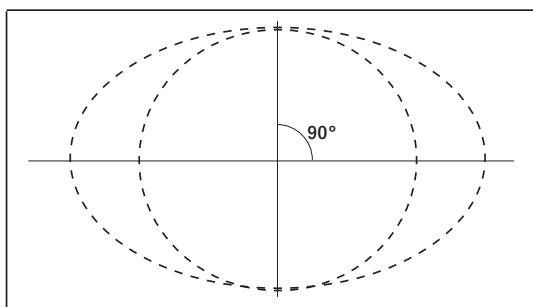
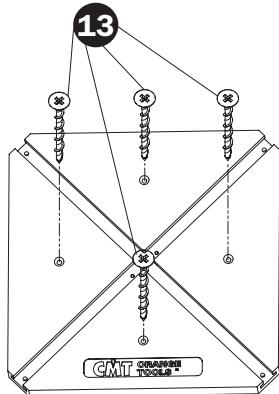

Abb. 2
Abb. 4
**(Abb.2)** Auf dem Werkstück die Achsen des gewünschten Kreises im  $90^{\circ}$ -Winkel einzeichnen
**(Abb. 4)**. Den Plastikrahmen (1) mit den Holzschauben (12) oder mit beidseitigem Klebeband so am Werkstück **(Abb. 3)** befestigen, dass die Rillen des Plastikrahmens (1) genau mit den vorher festgelegten Achsen übereinstimmen **(Abb.3)**.
(Abb.2) Die Achsen der Ellipse im rechten Winkel auf das Werkstück zeichnen und die Länge und Breite der Ellipse bestimmen. (Abb.4). Den Plastikrahmen (1) mit den Holzschrauben (12) oder mit beidseitigem Klebeband so am Werkstück anbringen, dass die Achsen genau mit den Rillen des Plastikrahmens (1) übereinstimmen (Abb.3).